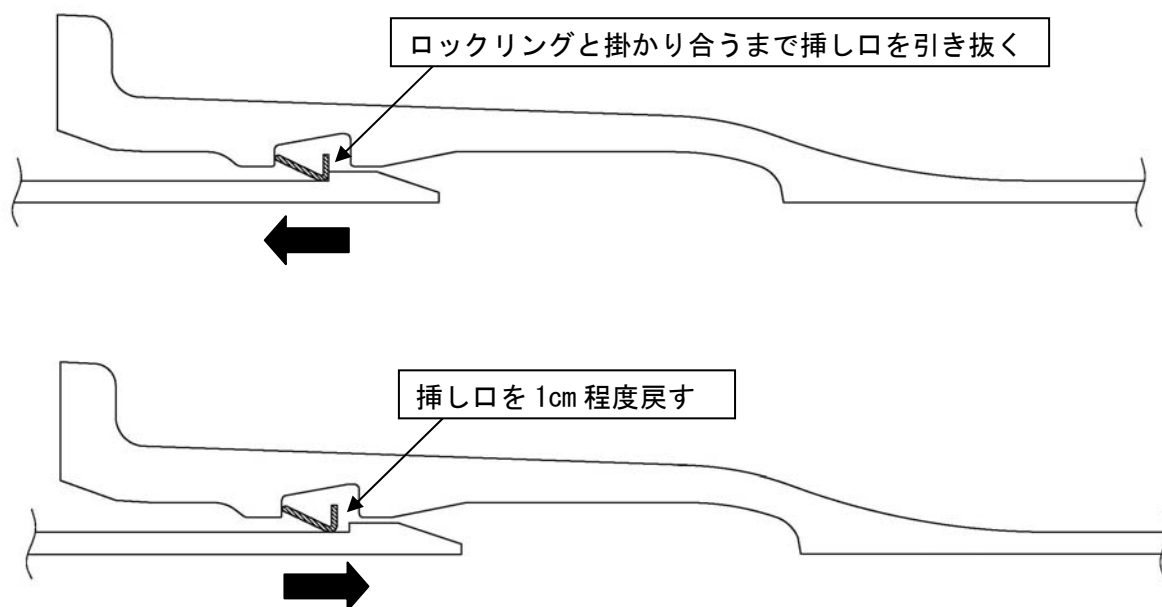

図 33 解体時の挿し口位置
- (1) 継手部をまっすぐな状態にする（継手部が屈曲していると解体工具が挿入できない箇所が出てくる場合がある）。
- (2) T 頭ボルト・ナットを取り外し、押輪を白線 B 付近まで動かす。
- (3) ゴム輪をドライバなどで受口から取り出し、白線 B 付近まで動かす。この時、動かしにくい場合は滑剤を挿し口表面に塗布する。
- (4) 挿し口突部とロックリングが掛かり合うまで引き抜いた後、1 cm 程度戻し、図 33 のような状態とする。